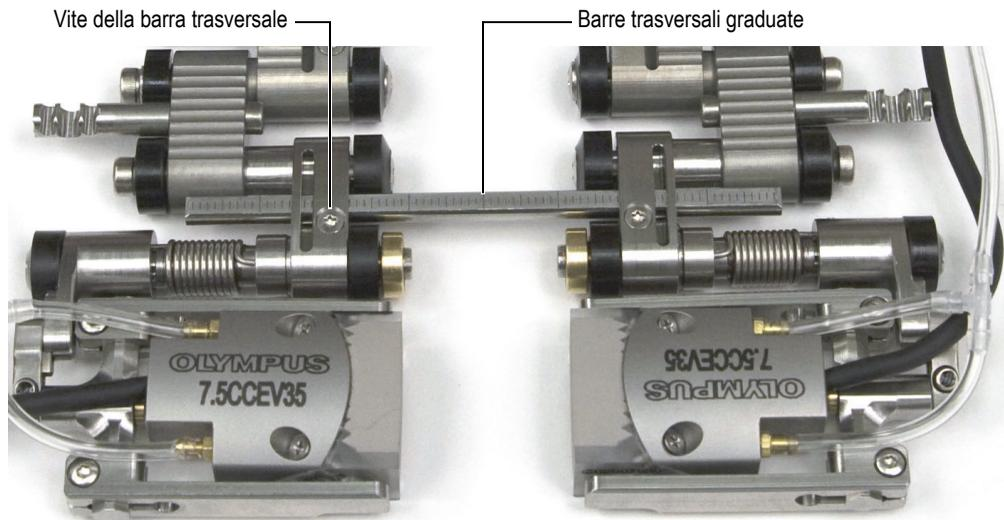

Figura 2-21 La barra trasversale graduata
- (1) Fare scorrere la barra trasversale attraverso il raccordo di ogni supporto della sonda ed in seguito fissare la barra trasversale nella posizione desiderata mediante le viti della barra trasversale.
- (2) Fare scorrere la seconda barra trasversale attraverso i raccordi maschi posizionati approssimativamente in corrispondenza del centro dello scanner ed in seguito fissare la barra trasversale mediante le viti dedicate.
- (3) Usare la graduazione delle barre trasversali (vedere Figura 2-21 a pagina 50) per regolare una distanza identica in entrambe le posizioni della barra trasversale.
4. Per una scansione con sonde a doppio elemento è necessario separare le due metà dello scanner (vedere Figura 2-21 a pagina 50).